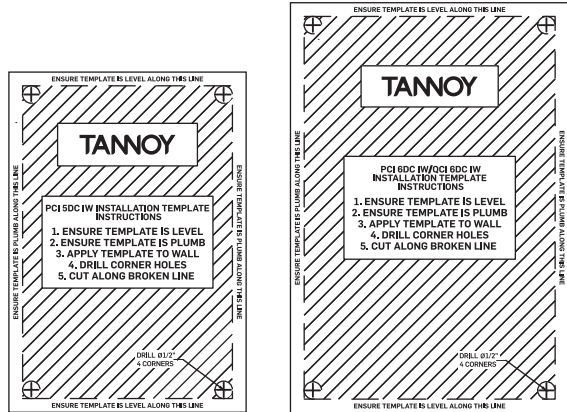

Fig. 1. Cutout Templates
2. Utilizzare i modelli di ritaglio in dotazione (Fig. 1) nella posizione desiderata e ritagliare con cura un foro nel muro a secco utilizzando uno strumento manuale adatto. Rimuovere polvere e detriti dal foro (Fig. 2)..